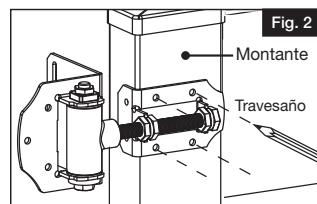

Fig. 2
- Instalar la bisagra en el travesaño/montante de portón (Fig. 2).